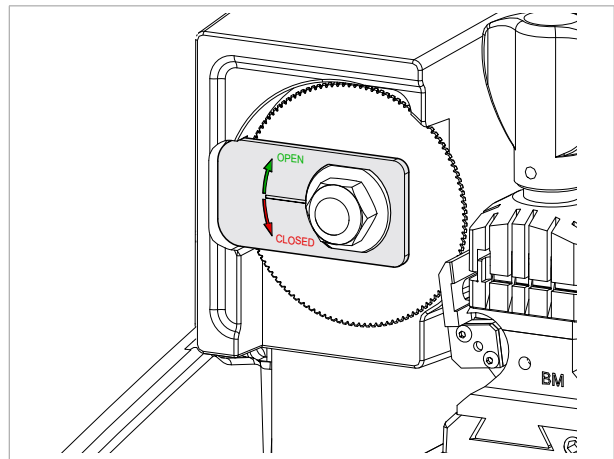

Bild 130
- 3) Das (im Lieferumfang enthaltene) Freigabeplättchen des Fräsers (F3) auf der Mutter des Fräsers positionieren, wie in Bild 130 dargestellt ist.